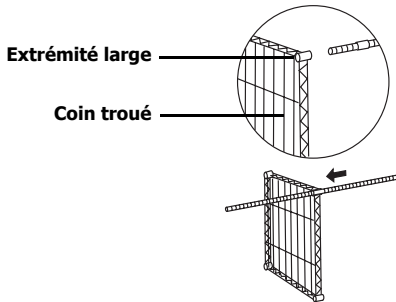

Fig. 2
4. Après avoir placé l'étagère sur sa tranche, faites coulisser le montant à travers un des coins troués [Fig. 2].